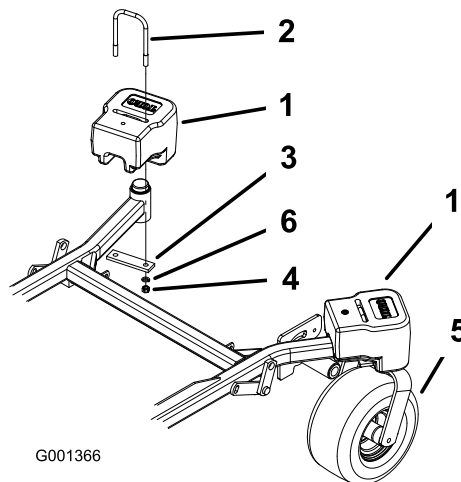

Figure 28
2. Montez 1 plaque, 2 écrous (1/2 po) et 2 rondelles-freins (1/2 po) sous le cadre et la masse (Figure 28).